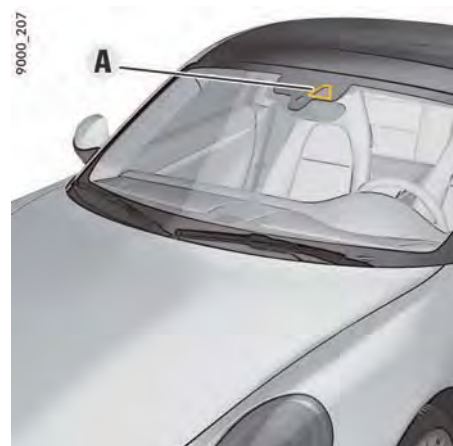

図242: カメラの取り付け位置
- ▶ カメラの作動を干渉する物がないことを確認してください：ルーム・ミラーのカメラの視界（290ページの図 242を参照）をステッカーなどで遮らないでください。